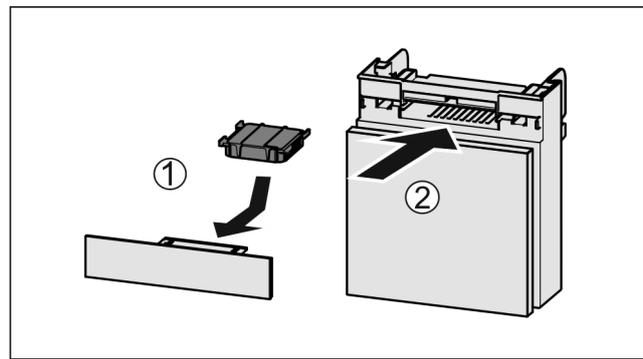

Fig. 77
- ▶ Actiefkoolfilter overeenkomstig afbeelding aanbrengen Fig. 77 (1).
- ▶ Lade erin schuiven Fig. 77 (2).